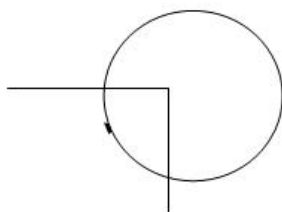

图 18 拐弯处探查示意图
(7)管线拐弯处的探测：当用常规方法向前探测，收不到信号时，回走五步做环形探测，即可找到拐弯管线。也可采用一步一扫法，见图 18。